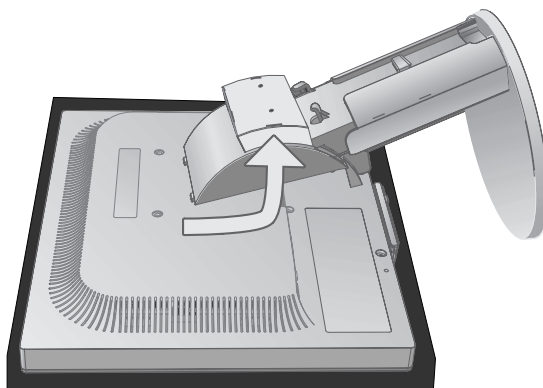

Figura S.3
5. Quite la base quitando los corchetes hacia la dirección que se indica (**figura S.3**).